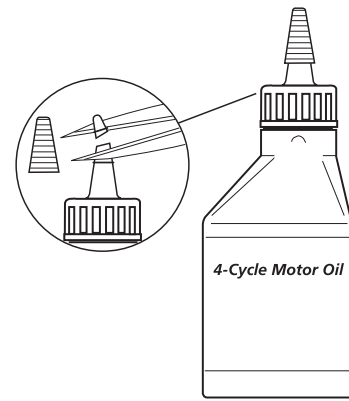

Fig. 5
Su unidad trae una botella de aceite SAE 30 SF, SG, SH de 40 ml (3,04 onzas fluidas) (Fig. 5).
1. Desenrosque la tapa de la botella de aceite y retire el sello de papel que cubre la apertura. Vuelva a colocar la tapa. Corte la punta de la boquilla del embudo (Fig. 5).